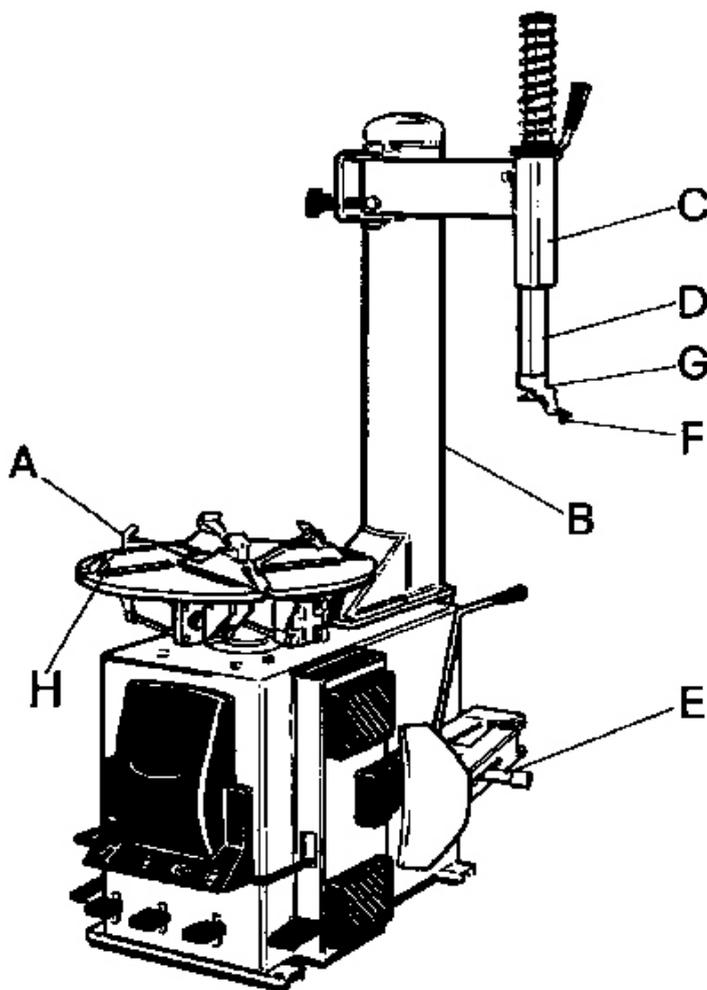

рис.37
COLIBRI BL512 модификация AS (рис.37) шиномонтажный станок, спроектированный для работы также и с шинами особого диаметра и ширины. По сравнению с базовой модели прибор снабжен специальным оборудованием, таким как:
Фиксированная "круглая стойка (А) (см.рис.37) (В), которая установлена таким образом, чтобы была возможность работать с шинами особого диаметра (макс. диаметр 1120мм) и ширины.
Механизм (S) с тремя позициями (см. рис. 37-Е и рис. 38), который, позволяя более широкое открытие лопаты, дает возможность разбортовки особо широких шин (макс. 400мм).